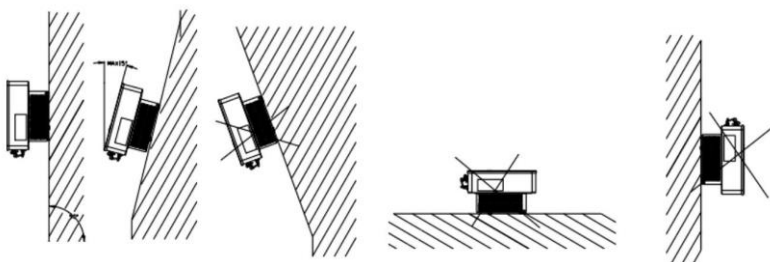

Figura 4.1 Método de montagem
• Instale o equipamento conforme orientação da Figura 4.1. Instalação vertical no chão nível é recomendado. Monte verticalmente ou inclinado para trás em no máx. 15°. Nunca instale o inversor inclinado para frente, lateralmente, horizontalmente ou de cabeça para baixo.